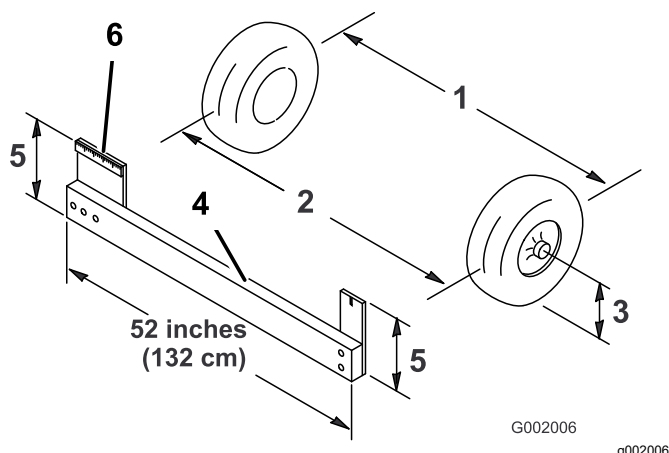

Figura 50
4. Misurate la distanza tra entrambi gli pneumatici anteriori all'altezza dell'asse sia nella parte anteriore che in quella posteriore degli pneumatici anteriori (Figura 50).
la misura anteriore dei pneumatici anteriori all'altezza dell'assale (Figura 50).